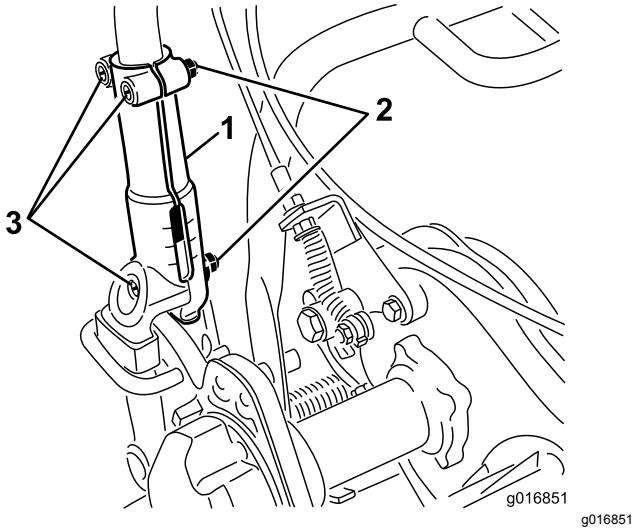

Figure 31
- Desserrez les 3 boulons de carrosserie et écrous qui fixent chaque côté du guidon dans les manchons de serrage (Figure 31).